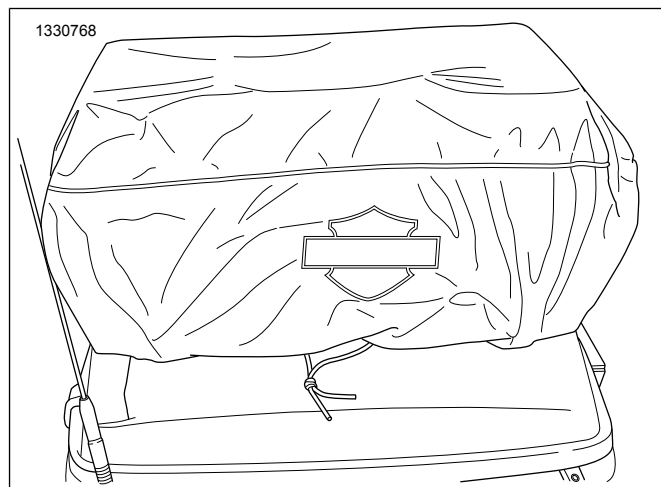

図8。レインカバー
1. 図8を参照してください。バー&シールドがバッグの後ろに向くようにレインカバーをバッグ全体にかぶせます。